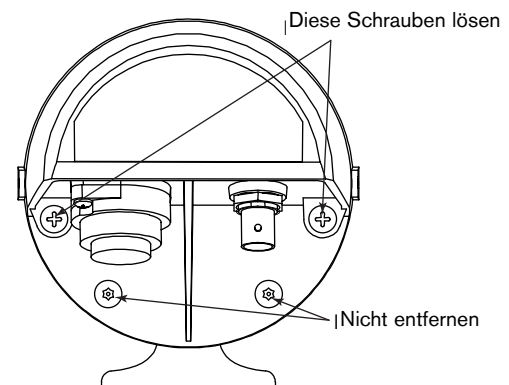

ABB. 1: Unverlierbare Schrauben lösen
1. Lösen Sie auf der Gehäuserückseite die beiden oberen Schrauben. Bei diesen Schrauben handelt es sich um unverlierbare Schrauben, die nicht vollständig entfernt werden können. Lösen Sie auf keinen Fall die beiden unteren Schrauben (siehe Abb. 1).